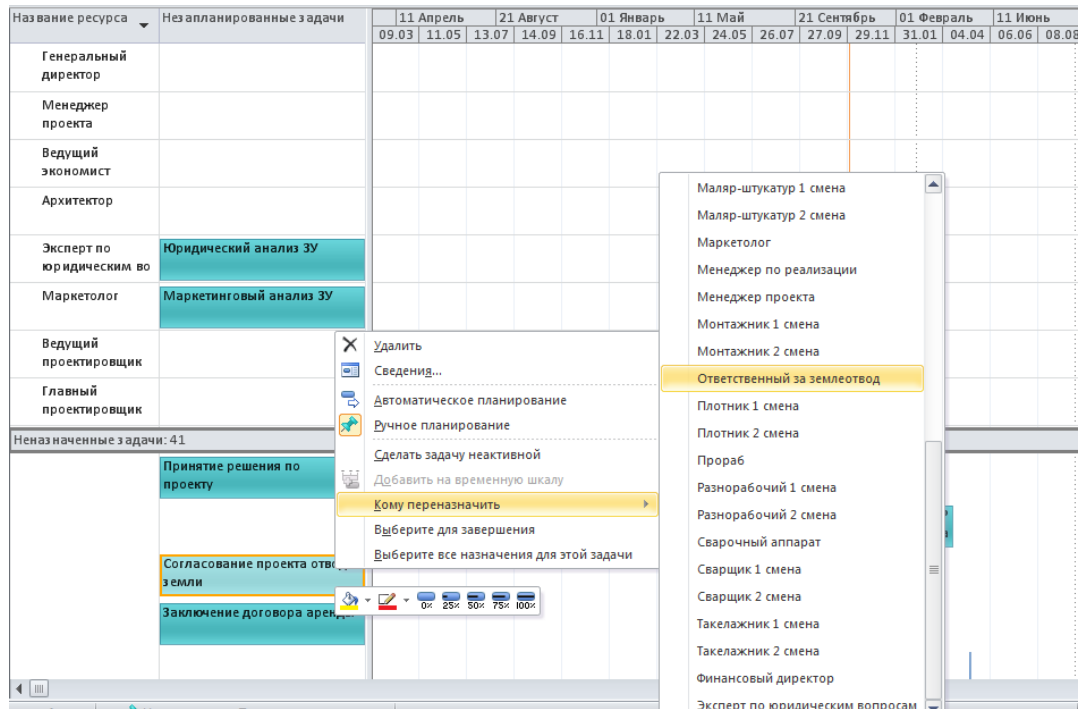

Рисунок 8.9 Назначение ресурсов в представлении «Планирование групп»
- Или щелкнув правой кнопкой мыши на назначенной задаче выбрать ресурс в меню «Кому переназначить», Рисунок 8.9.